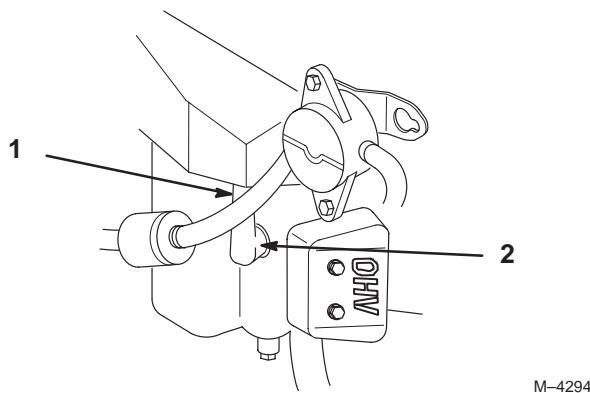

Figure 23
3. Débranchez les fils des bougies (Fig. 23). Nettoyez la surface autour des bougies pour éviter que des impuretés n'endommagent le moteur en tombant à l'intérieur.
3. Connectez les fils aux bougies (Fig. 23).